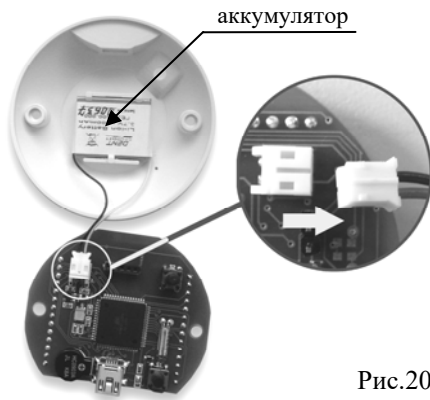

Рис.20
4. Отсоедините разъем аккумулятора от его ответной части, расположенной на плате (см. рис.20).